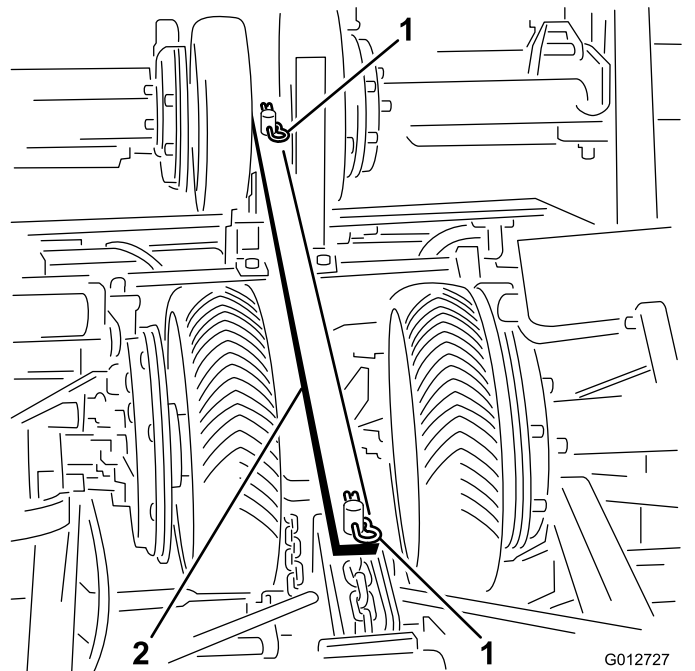
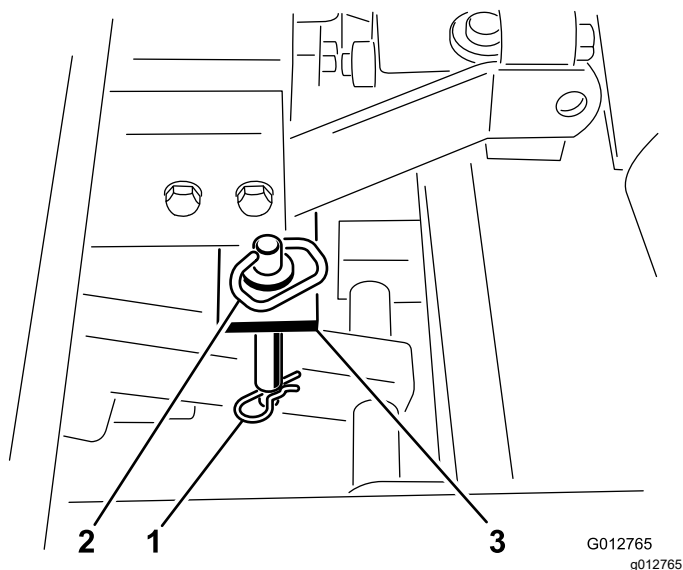

図 19
図 21
1. 移動走行用ストラップを中央フレームのチャンネル部材に固定しているヘアピンを抜き取ってストラップを外す 図 19。
- ロックアップピンを中央のシリンダレストに固定しているヘアピンを抜き取る 図 21。
- 刈り込み現場に到着したら、昇降アームから移動走行用ストラップを外し、中央フレームのチャンネル部材に、ヘアピンコッターで元通りに固定する 図 19。ロックアップブラケットを固定していたロックアップピンを外してシリンダレストに戻し、ヘアピンコッターで固定する 図 21。